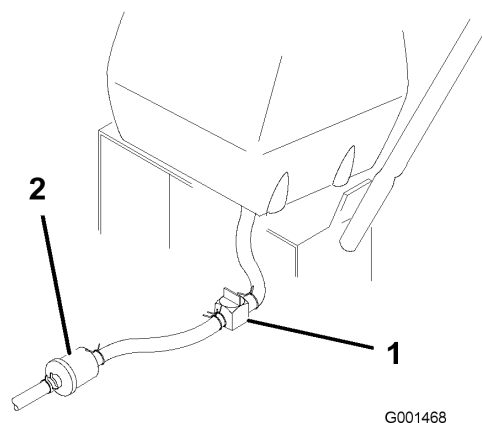

Figure 25
2. Fermez le robinet d'arrivée de carburant sur le réservoir (Figure 25).
3. Pincez les extrémités du collier de fixation et poussez le collier en haut de la conduite d'alimentation, à l'opposé du filtre à carburant (Figure 25).
4. Débranchez la conduite d'alimentation du filtre à carburant (Figure 25). Ouvrez le robinet d'arrivée de carburant et laissez l'essence s'écouler dans un bidon ou un bac de vidange.
3. Fermez le robinet d'arrivée de carburant sur le réservoir (Figure 25).
7. Ouvrez le robinet d'arrivée d'essence sur le réservoir (Figure 25).